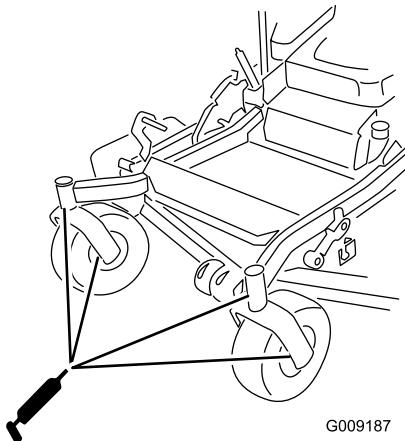

Figura 48
- Instale el tapón hexagonal y la tapa (Figura 48).